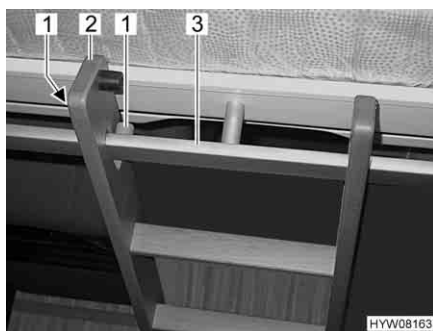

Fig. 61 Scaletta di accesso, agganciata
- Agganciare la scaletta di accesso (Fig. 61,2) con le due staffe nella barra di presa (Fig. 61,3) al letto basculante. Durante l'agganciamento fare attenzione che il longherone della scala venga posizionato tra i due dispositivi di fissaggio (Fig. 61,1). Questo serve a impedire che la scaletta di accesso scivoli di lato.
- Staccare la scaletta di accesso (Fig. 61,2) dalla barra di presa (Fig. 61,3) nel letto basculante.